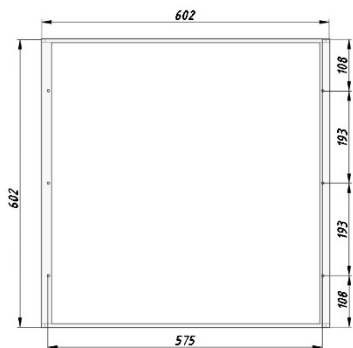
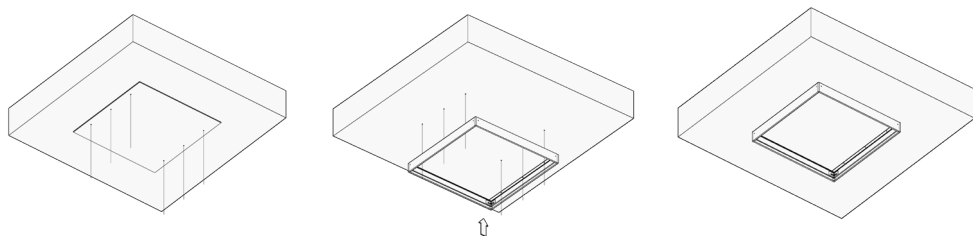

Рисунок 5 – Чертеж для разметки установочных отверстий рамки для накладного монтажа.
Рисунок 7 – Использование шаблона для разметки установочных отверстий.
5.4.2. Разметьте на монтажной поверхности места расположения отверстий. Для этого можно использовать чертеж (рис.5), либо изготовить шаблон (рис.7). Подготовьте отверстия. Обратите внимание, что вывод питающего кабеля из потолка должен находиться внутри границ рамки. В случае, если необходимо завести кабель сбоку рамки, требуется просверлить отверстие соответствующего диаметра в верхней трети стенки. Сверлить можно только стороны, не используемые для установки/снятия светильника.